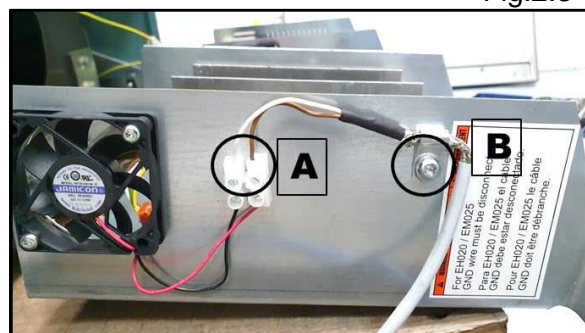

Fig. 2.4
6. Desconecte de la regleta **A** (Fig. 2.4) los cables de alimentación del ventilador.
7. Destornille el cable de alimentación **B** (Fig. 2.4).